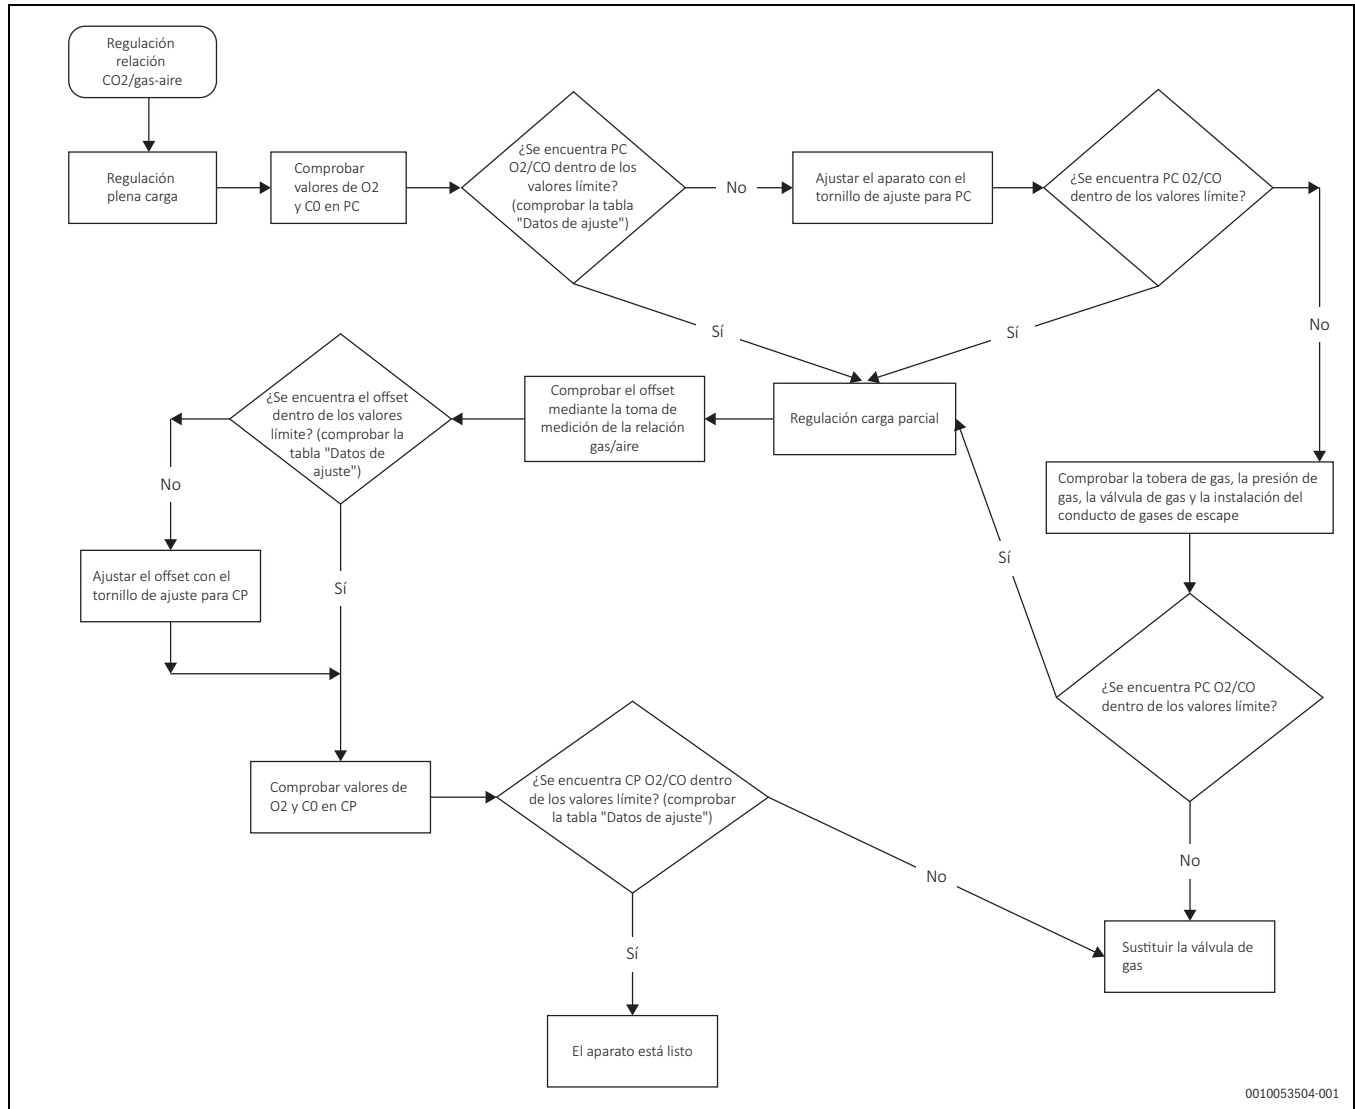

Fig. 35 Diagrama de flujo de las instrucciones de ajuste
El tornillo de ajuste del aparato ha sido sellado de fábrica y no está pensado para ser ajustado. Si el precinto se rompe, seguir las instrucciones de ajuste (→ Fig. 35 "Diagrama de flujo de las instrucciones de ajuste").
- Seguir las instrucciones de ajuste en el diagrama de flujo (→ Fig. 35 "Diagrama de flujo de las instrucciones de ajuste") como guía antes de ajustar la válvula del gas.